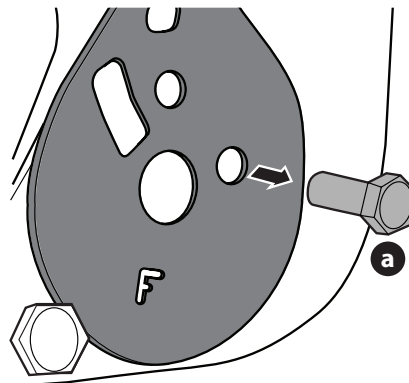

Fig. 11
5. Quite el tornillo (a) que fija la placa reclinable en la posición del respaldo del asiento (Fig. 11).